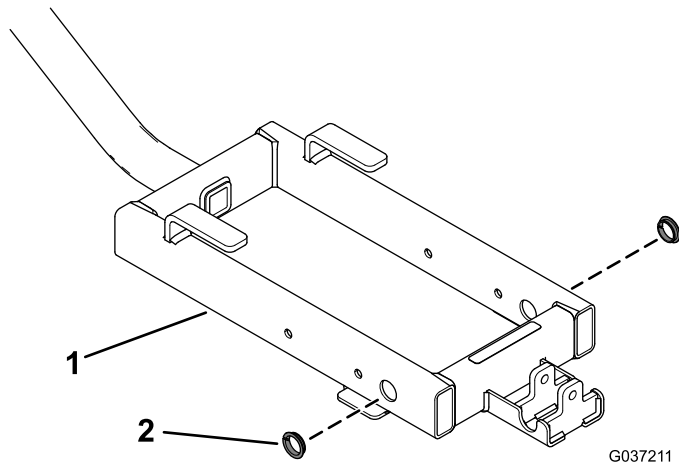

Figura 2
1. Montate le 2 boccole a clip sul telaio del supporto della concimatrice (Figura 2).